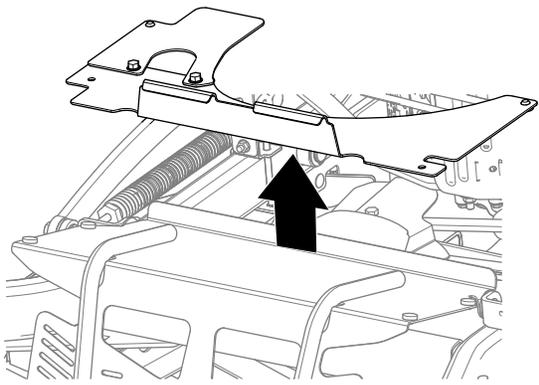

Figura 35
3. Retire la extensión del protector de la máquina (Figura 35).